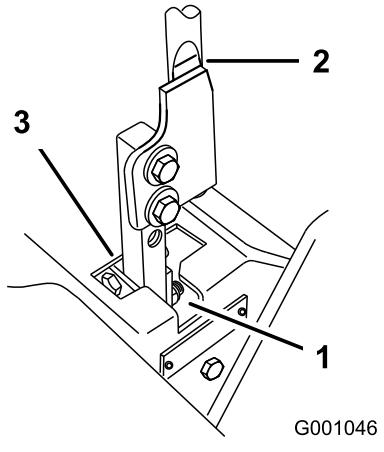

Bild 53
5. Schieben Sie den Hebel in die nicht arretierte Neutralstellung (Bild 53).
7. Prüfen Sie, an welcher Stelle der Fahrantriebshebel relativ zur Kerbe im Armaturenbrett ist (Bild 53). Er sollte zentriert sein, sodass der Hebel nach außen in die arretierte Neutralstellung gedreht werden kann.